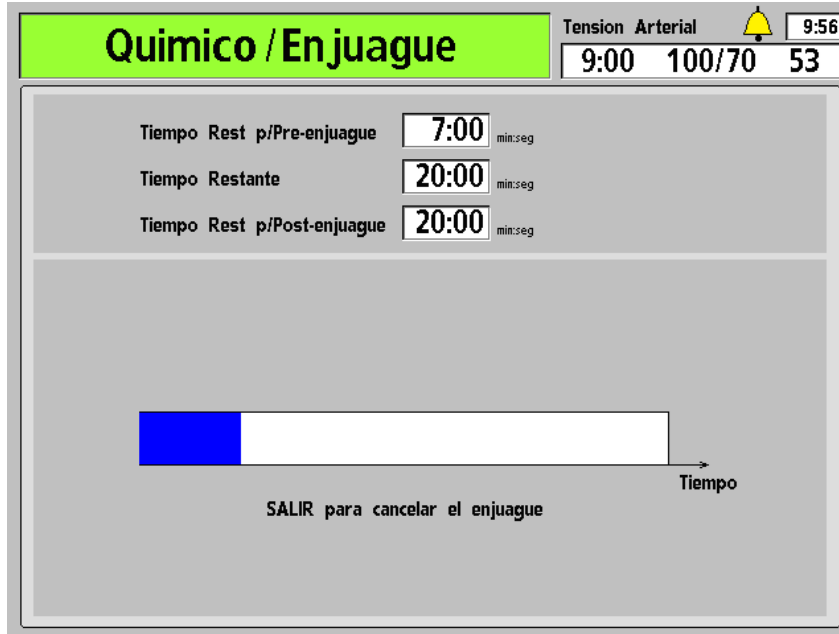

Figura 95 – Pantalla “Enjuague Químico”
3. Desde la pantalla “Seleccione el Programa”, seleccione el botón **Químico/Enjuague**. La pantalla “Químico/Enjuague” aparece (vea **Figura 95**). El progreso del programa de desinfección es indicado por la barra horizontal. El programa comienza con un preenjuague de 45 segundos. Se muestra el mensaje “Espere, Enjuagando líneas” en el cuadro de estado.